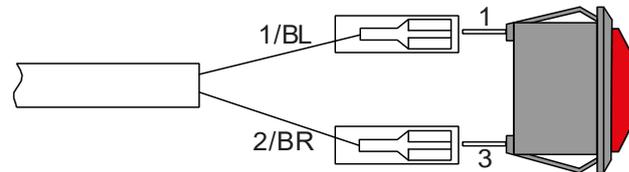

Рисунок 26: Подключение индикаторной лампы
- Установите в кабине водителя индикаторную лампу PALFINGER, сигнализирующую, если подъемно-погрузочная платформа находится не в положении для движения (арт. № 2067902, исполнение отверстия как для контрольного прибора, подключение согласно электрической схеме, см. также Рисунок 26).